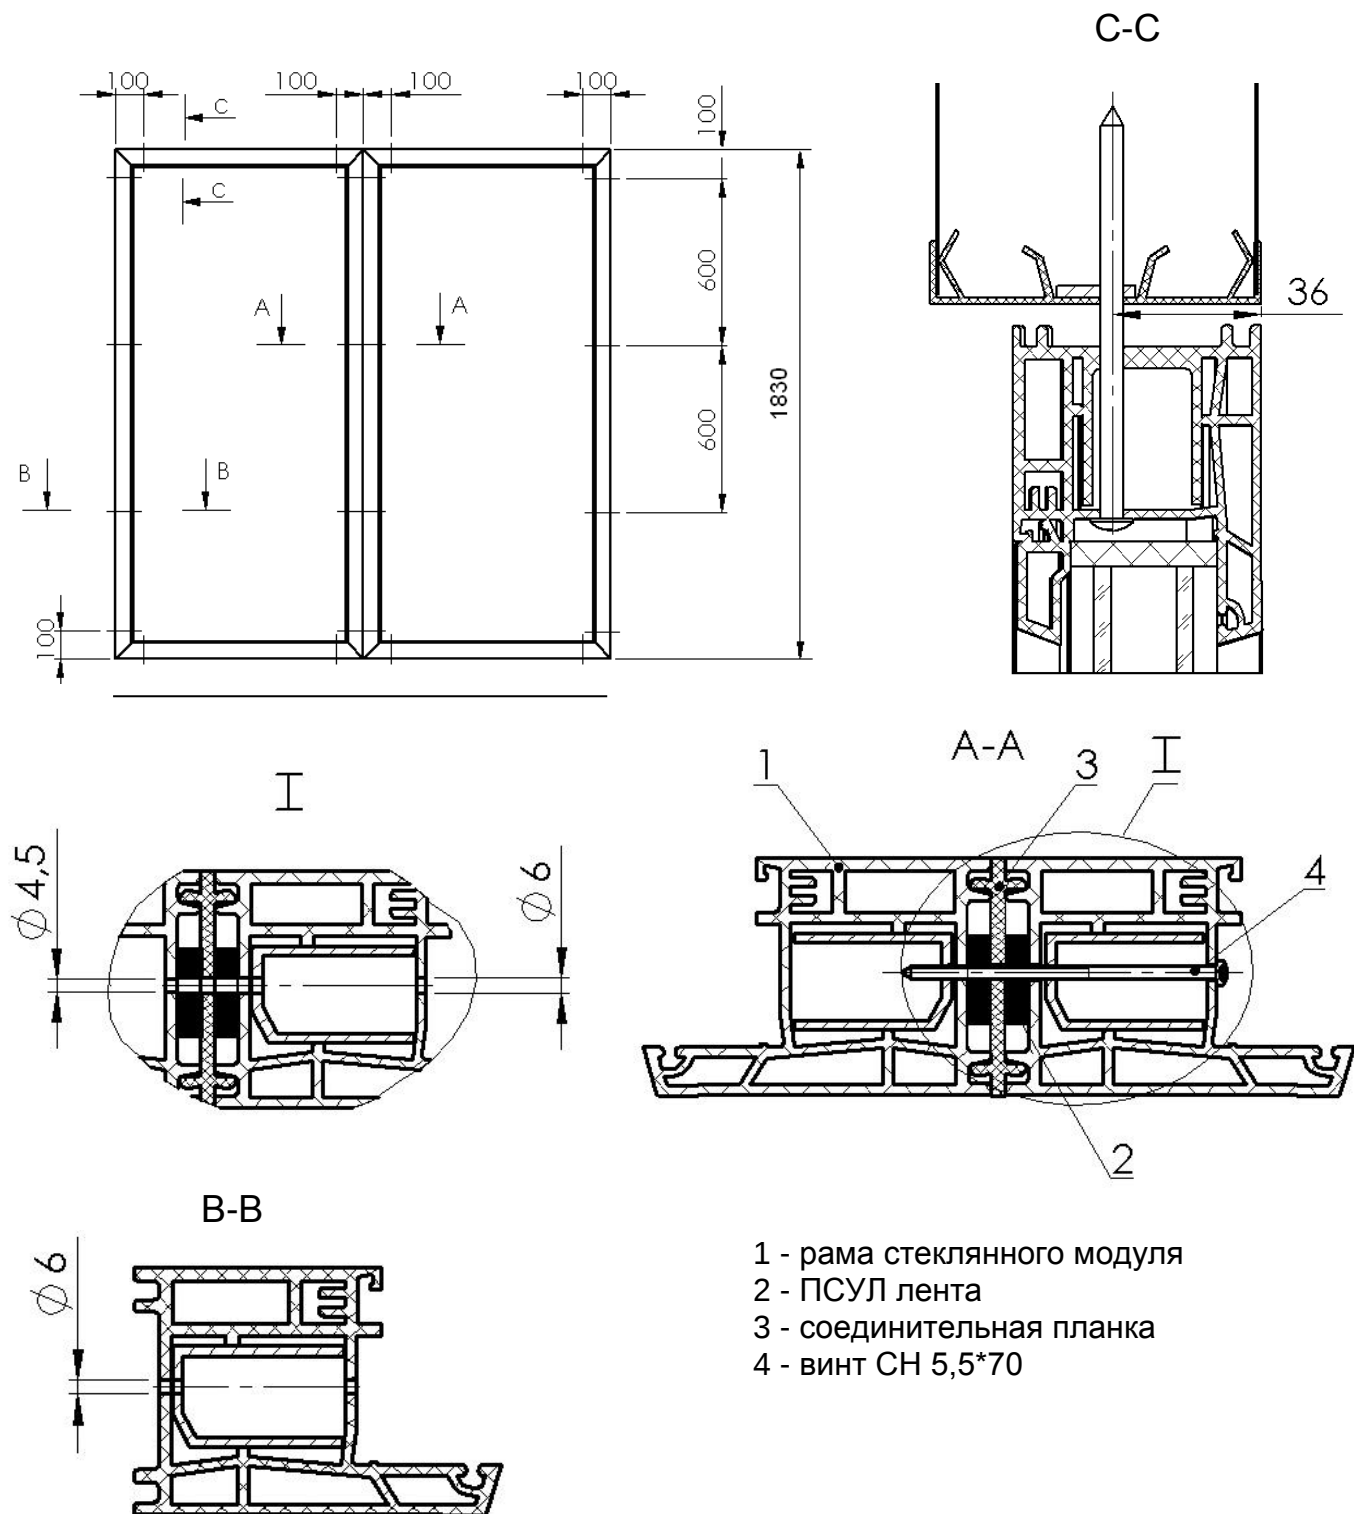

Рис.5. Схема сверления отверстий в рамах стеклянных модулей.
Монтаж стеклянного фронта (см. рис.5):
- просверлить отверстия в раме стеклянного фронта по всему периметру диаметром 6мм под винты через каждые 600 мм, делая это снаружи вовнутрь рамы, отступив от края рамы 100мм (Рис.5 (В-В)).
- просверлить отверстия диаметром 4,5 и 6мм рис.5 (А-А(1));
- соединить рамы стеклянных модулей соединительной планкой (поз.3) и винтами СН 5,5*70 (поз.4) рис.5 (А-А).